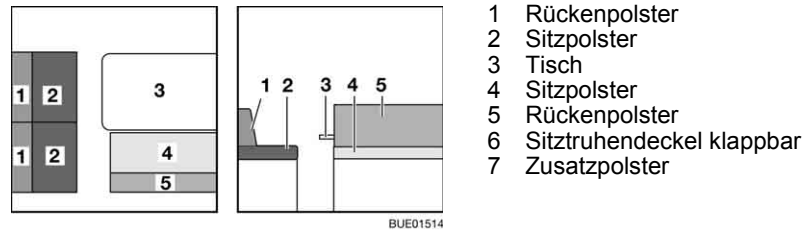

Bild 138 Vor dem Umbau
- Tisch (Bild 138,3) zum Bettunterbau umbauen (siehe Abschnitt 6.11).
- Die Rückenpolster (Bild 138,1 und Bild 138,5) und die Sitzpolster (Bild 138,2) abnehmen und beiseite legen.